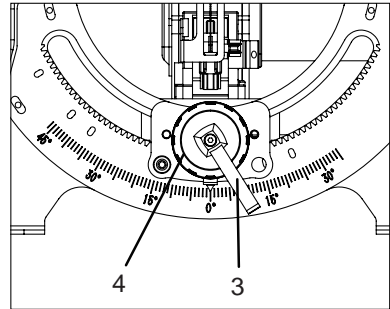

FIGURE 3
2. Vérifiez si le pointeur est sur le 0 de l'échelle. Si ce n'est pas le cas, desserrez d'abord la poignée de blocage de la table (Fig. 3, 3) et tournez le bouton d'inclinaison de la table (4) jusqu'à ce que la table soit perpendiculaire à la lame